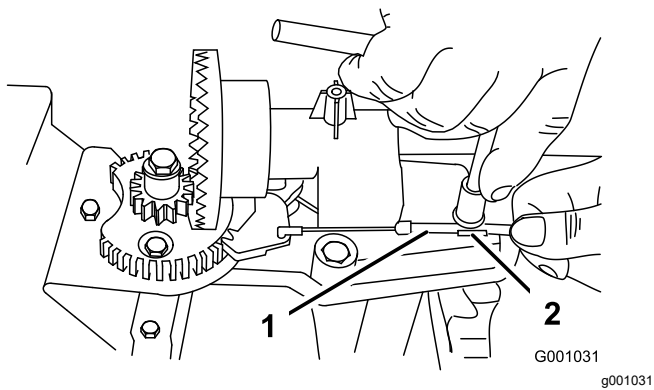
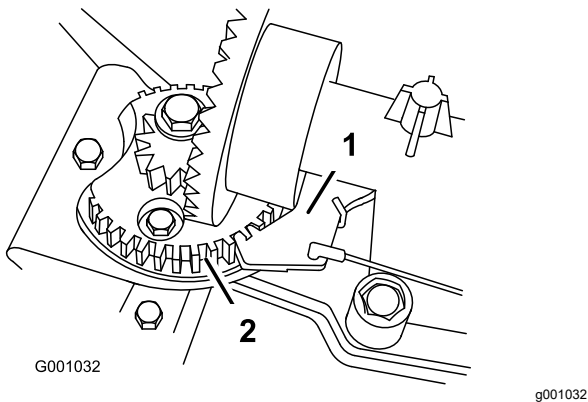

Figura 40
Figura 41
2. Slăbiți șurubul de pe clema de cablu (Figura 40).
3. Prindeți conducta de cablu și mutați-o spre partea din față a mașinii până când opritorul jgheabului de descărcare este cuplat complet în dinții angrenajului (Figura 40 și Figura 41).
Notă: Opritorul este reglat cu arc și se deplasează în mod normal în dinții angrenajului (Figura 41).